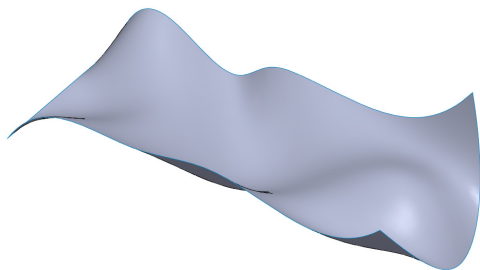

图 7-61 创建放样曲面
(4) 单击【确定】按钮，即可创建放样曲面对象，效果如图 7-61 所示。